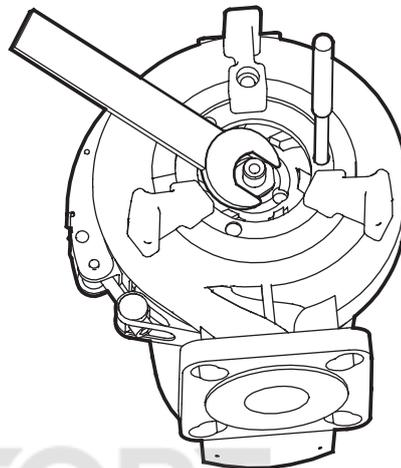

Рис. 7 Регулировка зазора рабочего колеса
5. Снять головку режущего механизма (поз. 45). Регулировка зазора рабочего колеса показана на рис. 7.